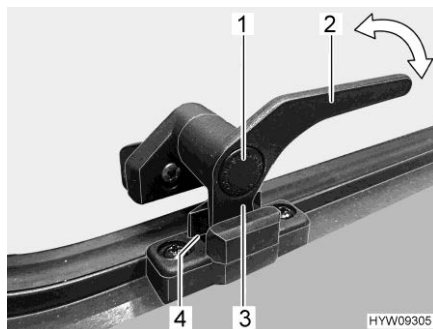

Fig. 63 Leva di serraggio (posizione "Aerazione continua")
- In posizione di "Aerazione continua" (Fig. 63)
- Premere il bottone di sicurezza (Fig. 63,1) e mantenerlo premuto.
- Ruotare la leva di serraggio (Fig. 63,3) di un quarto di giro verso il centro della finestra.
- Girare nuovamente all'indietro la leva di serraggio. Riportare contemporaneamente il nasello di chiusura (Fig. 63,3) della leva di serraggio nella rientranza della chiusura della finestra (Fig. 63,4).
- Rilasciare il bottone di sicurezza (Fig. 63,1).